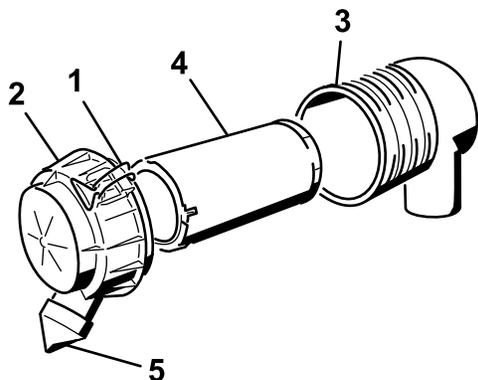

図 28
3. エアフィルタのラッチを外し、ボディーからカバーを抜き出す 図 28。
6. エアフィルタのボディから、フィルタを静かに引き出す (図 28)。
8. 注意深くフィルタを取り付ける 図 28。
9. ダストキャップを下に向けてエアクリーナカバーを正しく取り付け、ラッチを掛ける 図 28。